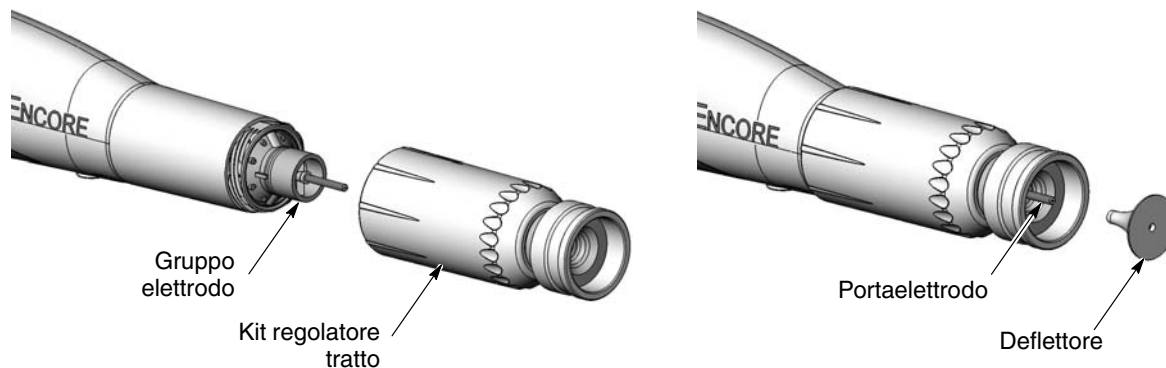

Figura 4-9 Installazione del kit del regolatore del tratto
3. Vedi figura 4-9. Installare l'ugello conico integrale sul gruppo elettrodo e avvitare manualmente il dado dell'ugello in senso orario.